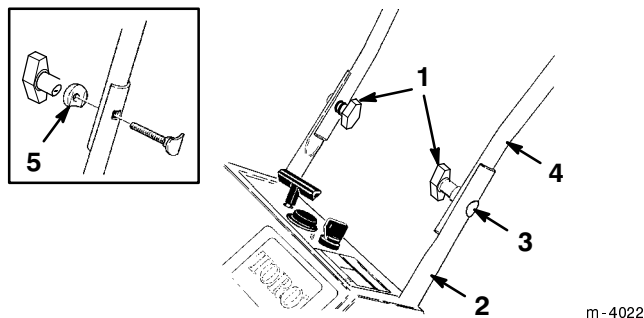

Bild 2
- Positionieren Sie den oberen Griffteil an der Innenseite des unteren Griffteils und fluchten die Löcher ab (Bild 2).
- Sichern Sie den oberen Handgriffteil mit den Ovalkopfschrauben, Wellenscheiben und Handschrauben am unteren Teil ab (Bild 2).
Hinweis: Stellen Sie sicher, dass Sie die Ovalkopfschrauben und Wellenscheiben einwandfrei ausfluchten (siehe Ausschnitt in Bild 2).